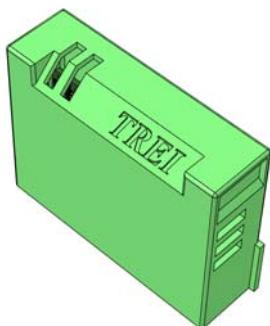

Рисунок 2 - Изолятор сигналов Iso-A
- гальваническая изоляция между каналами, между внешними цепями и модулем ввода осуществляется с помощью изолятора сигналов (Iso-A) см. рисунок 2;